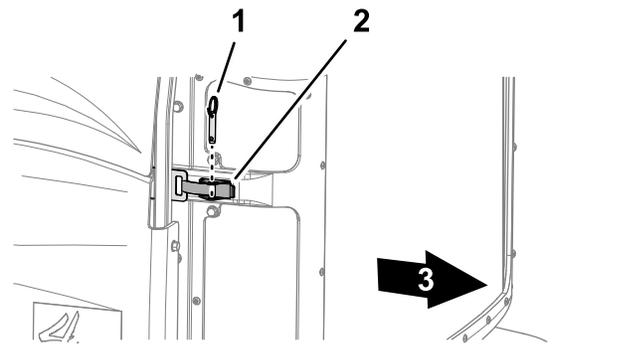

Figura 64
2. Retire o pino esférico do trinco do filtro (Figura 64)